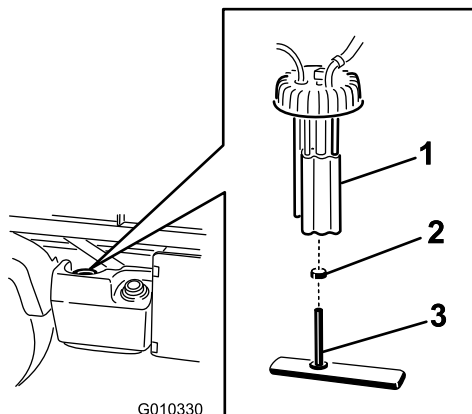

図 48
2. 燃料ポンプからワイヤハーネスのコネクタを外す 図 48。
3. ホースのクランプをゆるめ、燃料ポンプキャップから燃料ラインを外す 図 48。
4. 燃料タンクの上から燃料ポンプのキャップを外す 図 48。
5. タンクから、燃料ポンプアセンブリと燃料フィルタを外す 図 48。
7. フィッティングからホースを取り外す 図 48。